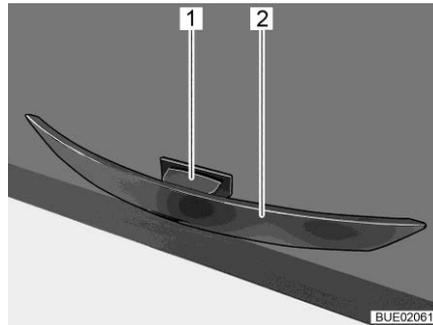

Fig. 43 Poignée avec touche de déverrouillage
- Pousser la touche de déverrouillage (Fig. 43,1) et la maintenir poussée.
- Tirer sur la poignée (Fig. 43,2) jusqu'à ce que la porte de placard s'ouvre.